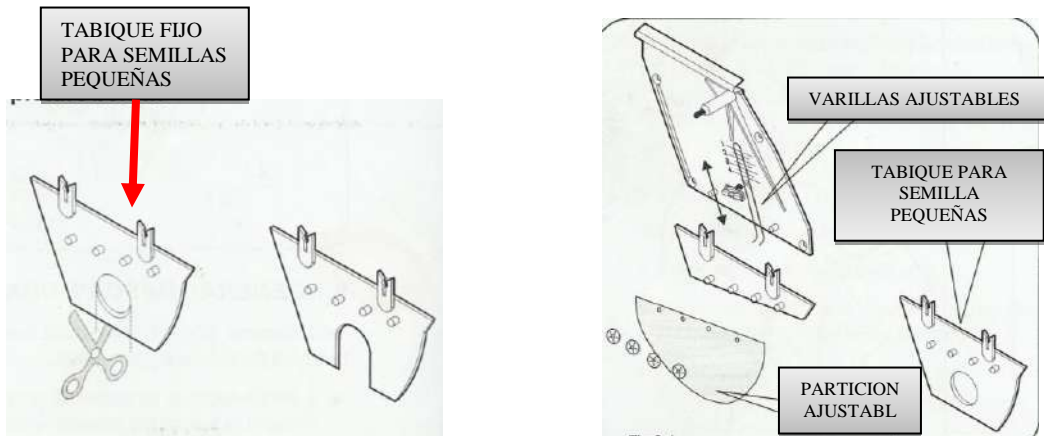

FIGURA 7.3 Ajuste de razador
- o Verifique a través de la ventana transparente que tiene la tolva, que los granos de semilla sean distribuidos sobre el disco uno por cada agujero Ver figura 7.3.
Dentro de este ajuste puede encontrarse con tres situaciones del rizador (ver figura 7.3).